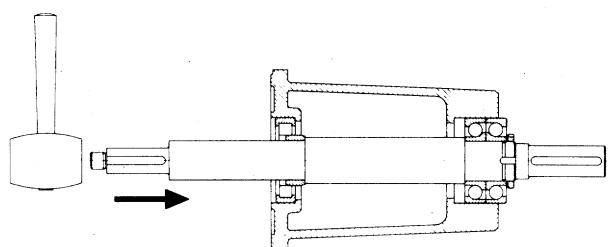

Рис. 13
- Отвернув болт с шестигранной головкой (S5) и соответственно шестигранные гайки (M5), снимите фонарь (11).
- Отвернув болт с шестигранной головкой (S6), снимите крышку подшипника (12).
- Продвиньте вал (24) с радиально-упорными подшипниками (K2) и внутренним кольцом роликового подшипника (K1) осторожно ударяя деревянным или пластиковым молотком, к приводному концу(рис.13).